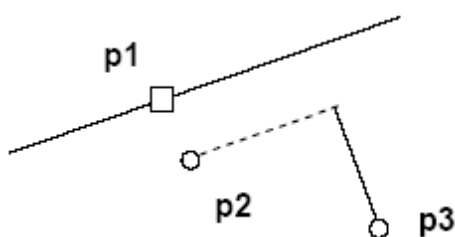

Рис. 1.11. Построение отрезка, перпендикулярного заданной прямой
2. *Перпендикулярный отрезок*: а) указать графическим курсором прямую (точка p1), которой должна быть перпендикулярна другая прямая; б) указать графическим курсором последовательно две точки, p2 и p3 (рис. 1.11).